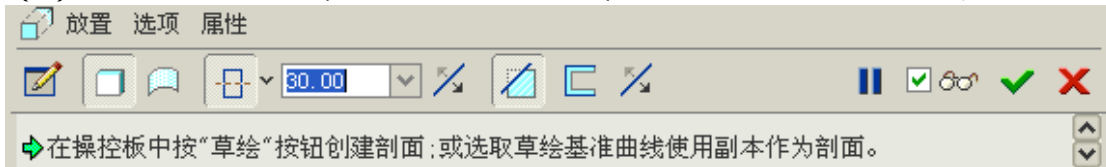

图 40-35
- (2) 单击拉伸工具按钮,打开拉伸特征操控板,各选项设置如图 40-35 所示。